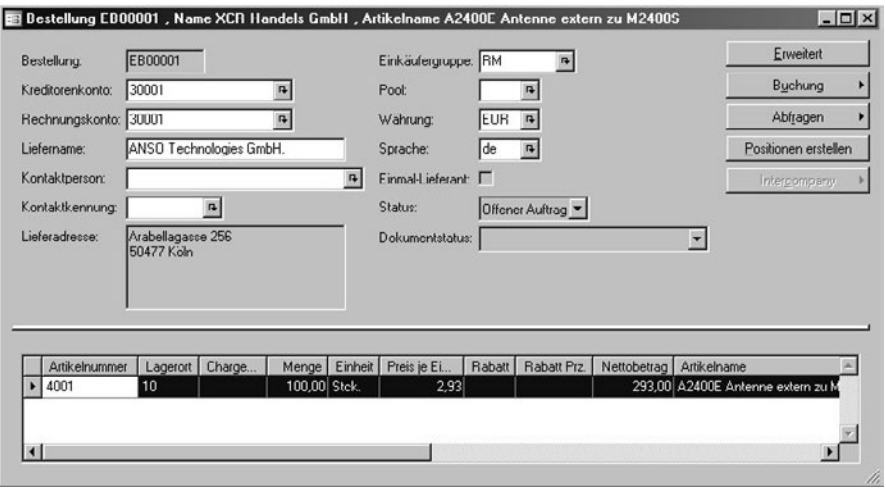

Abb. 3.3: Bestellung – einfaches Fenster
**Positionen** Nach einem Mausklick im Positionsteil muss ein neuer Datensatz in den Positionen angelegt werden, in den Artikelnummer, Lagerort, Menge und Stückpreis eingetragen werden. Bei entsprechenden Einstellungen werden vom System Vorschlagswerte für Lagerort, Einkaufsmenge und Einkaufspreis eingesetzt. Die Schaltfläche *Erweitert/Einfach* rechts oben ermöglicht ein Umschalten zwischen dem in Abbildung 3.3 gezeigten einfachen Bestellfenster und einer erweiterten Darstellung.